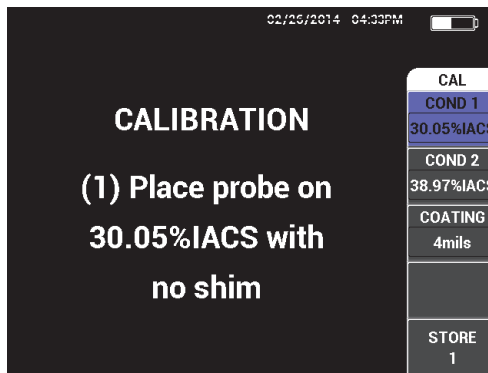

Abbildung 5-49 Angezeigte Anweisung (1) nach Annehmen der PowerLink Information
2. Bei Aufforderung wählen Sie die Funktionstaste **A** für **WEITER** aus, um die PowerLink Information anzunehmen (siehe Abbildung 5-49 auf Seite 173).